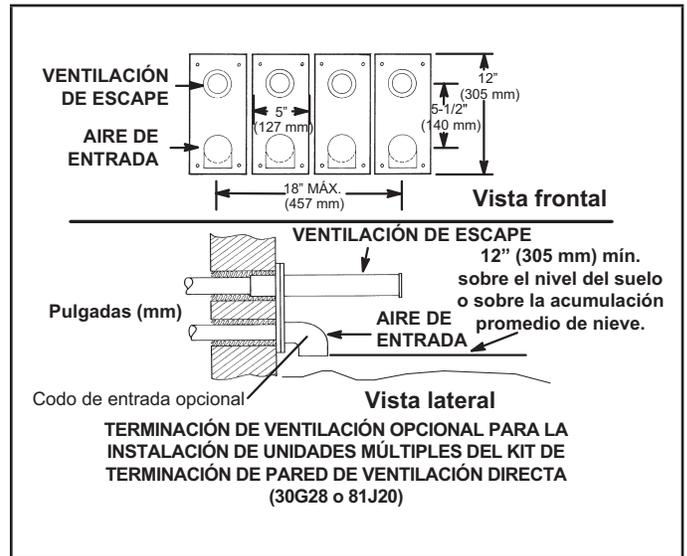

Figura 40
- 8 - Una instalación de calefactores múltiples puede utilizar un grupo de hasta cuatro terminaciones ensambladas juntas horizontalmente, como se muestra en la Figura 40.